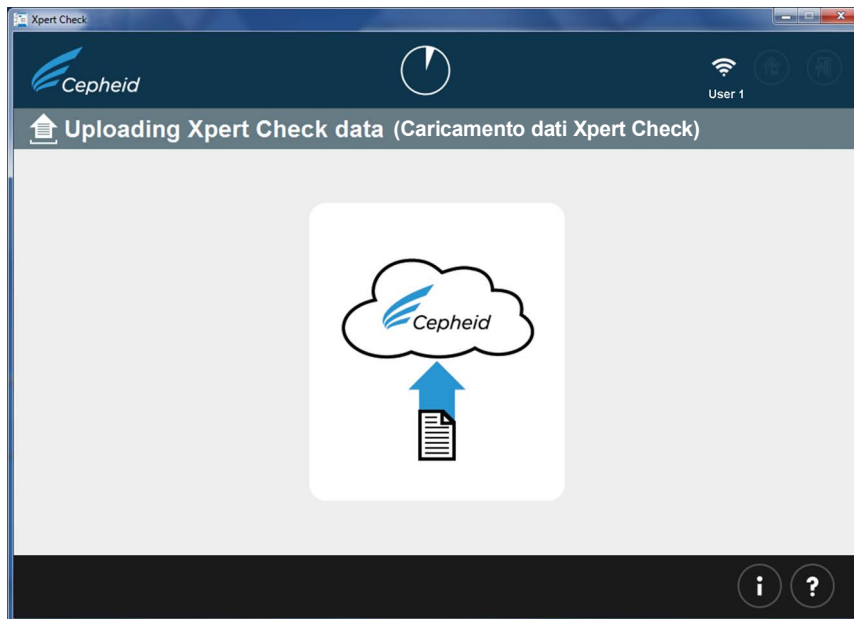
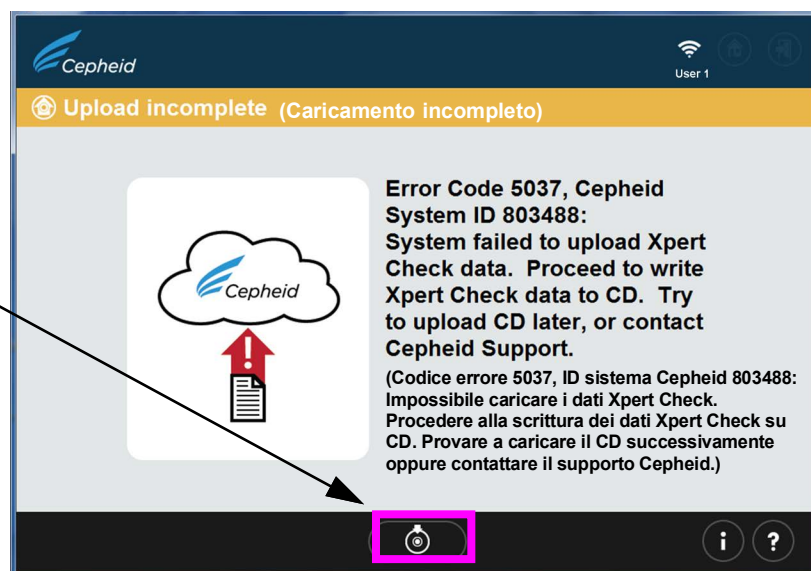

Figura 2-22. Schermata Caricamento dati Xpert Check
Figura 2-23. Schermata di errore Caricamento incompleto
20. Se si dispone di una connessione a Internet attiva, dopo aver completato correttamente il test e la raccolta dati Xpert Check, toccare o fare clic sulla freccia avanti per visualizzare la schermata mostrata nella Figura 2-22. Se invece la connessione a Internet non è mai stata disponibile o si è interrotta durante il test Xpert Check, potrebbe visualizzarsi una schermata di errore relativa allo scaricamento del codice Xpert Check (Download Xpert Check code) o una schermata di errore Caricamento incompleto (Upload incomplete) (Figura 2-23), con istruzioni per la scrittura dei dati Xpert Check su un CD dati da inviare al provider ASP o all'ufficio locale del supporto tecnico di Cepheid. In questo caso, seguire le istruzioni a partire dal Passaggio 4 (alla Sezione 2.3.1) di questa procedura per continuare come utente sprovvisto di connessione a Internet.
Se questo test viene eseguito come utente provvisto di connessione a Internet, si potrebbe visualizzare una schermata di errore che indica che la connessione si è interrotta (Figura 2-23). In tal caso, riprendere la procedura a partire dal Passaggio 4 riportato qui sotto e continuare fino al Passaggio 12.